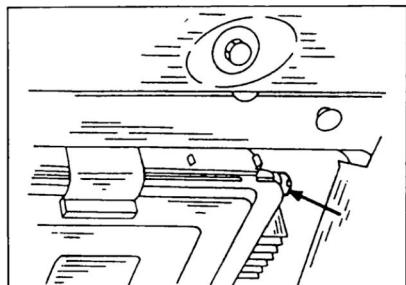

Рис. 150. Регулировка содержания CO на приборе управления.
- ♦ Проверить содержание CO в выпускных газах и, при необходимости, винтом на приборе управления (см. стрелку на рис. 150) отрегулировать в пределах 3,5 % CO. При вращении винта влево смесь обедняется, вправо - обогащается. Доступ к прибору управления возможен после снятия обивки кузова.